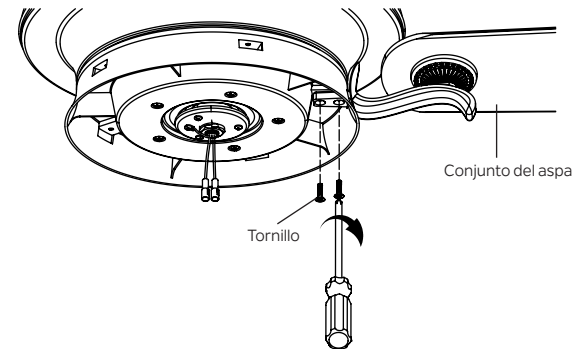

Figura 21
**Paso 2.** Deslice los conjuntos de aspas en los orificios del volante y apriételos firmemente con los tornillos del paquete de accesorios como se muestra. (Figura 21)